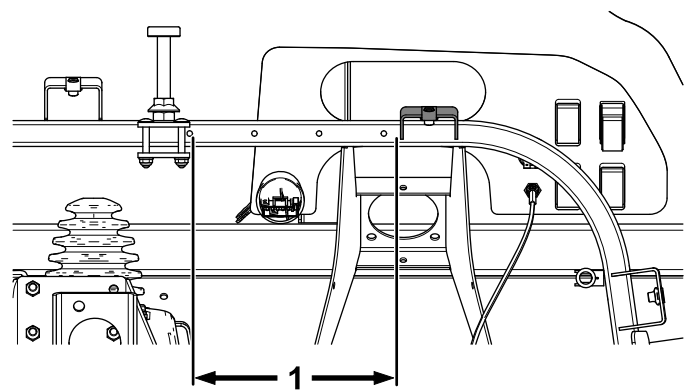

Figure 35
1. Mesurez 20,7 cm à à gauche du bord inférieur du support de capot et repérez cet emplacement (Figure 35).